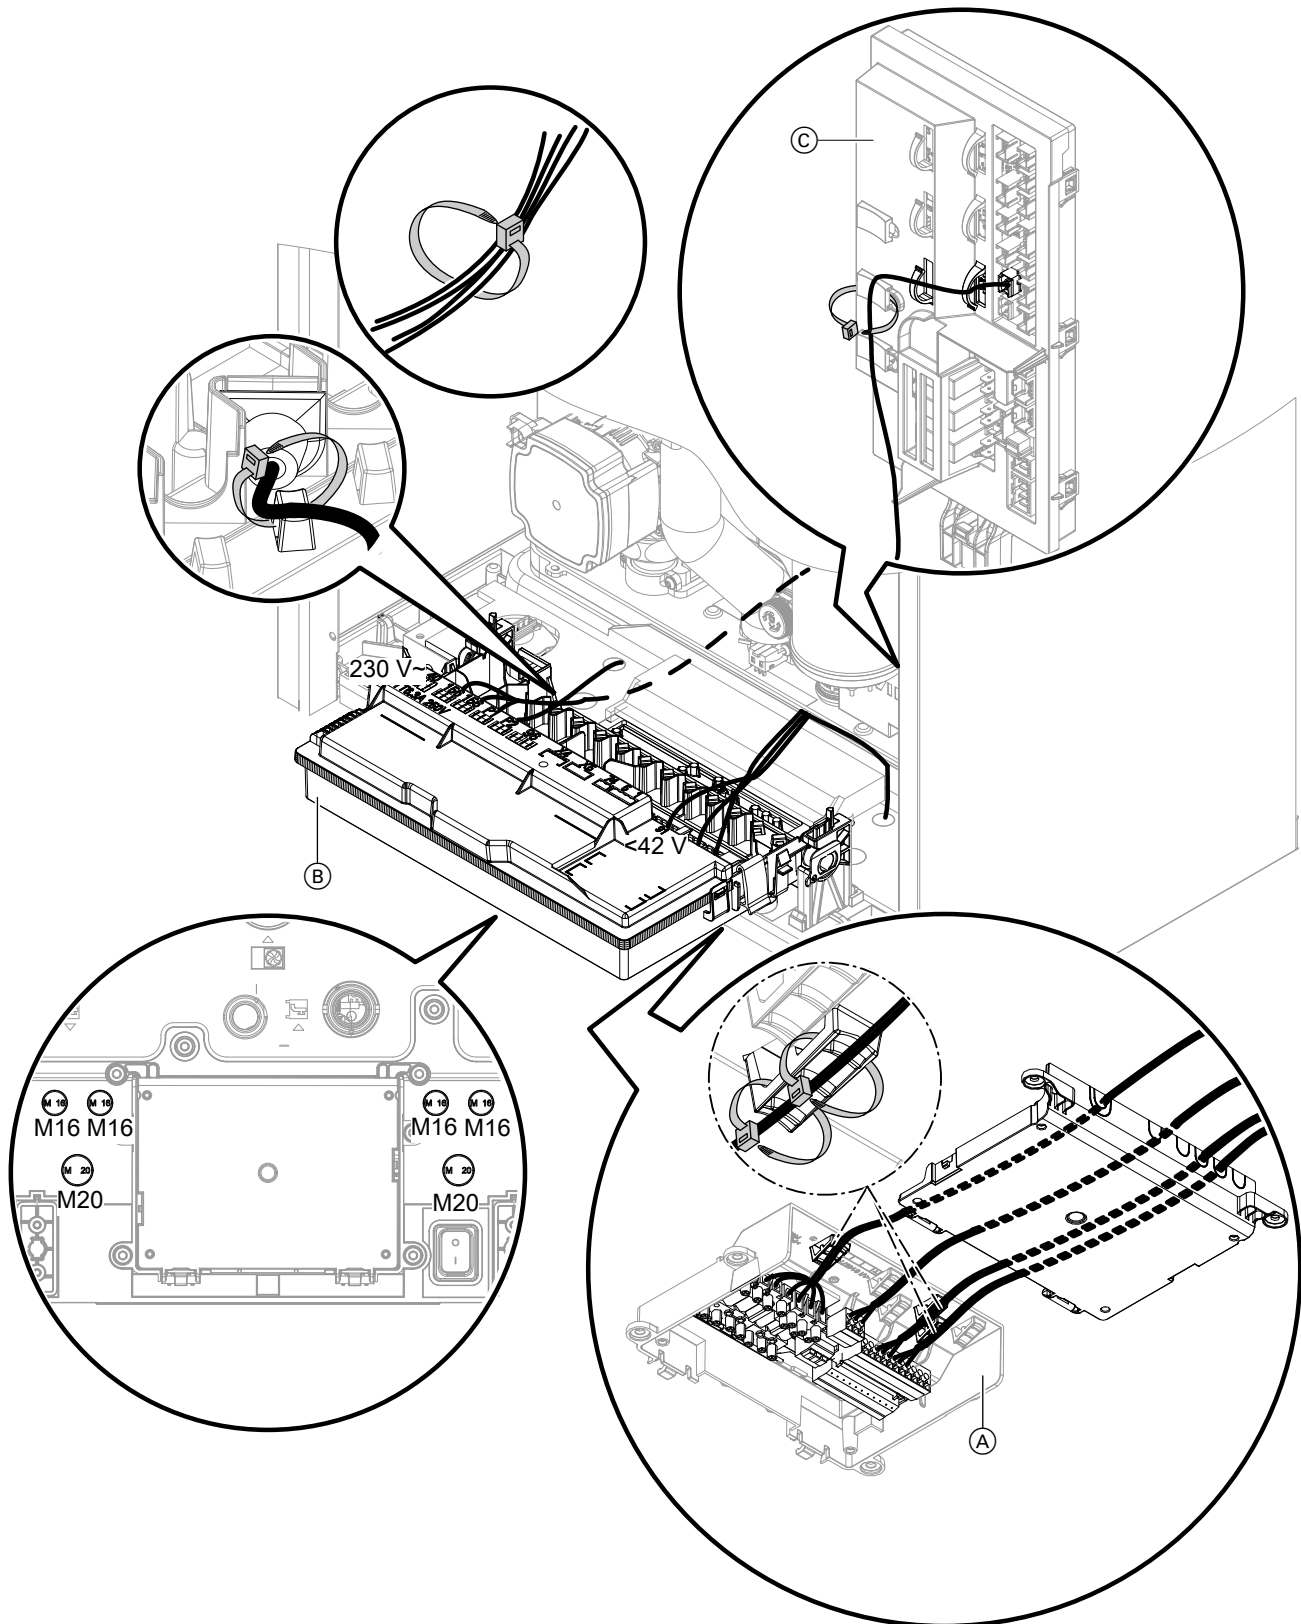

Abb. 47
- Alle Leitungen im Anschlusskasten 230 V~ mit 2 Kabelbindern zugentlasten: Siehe Abb. 47.